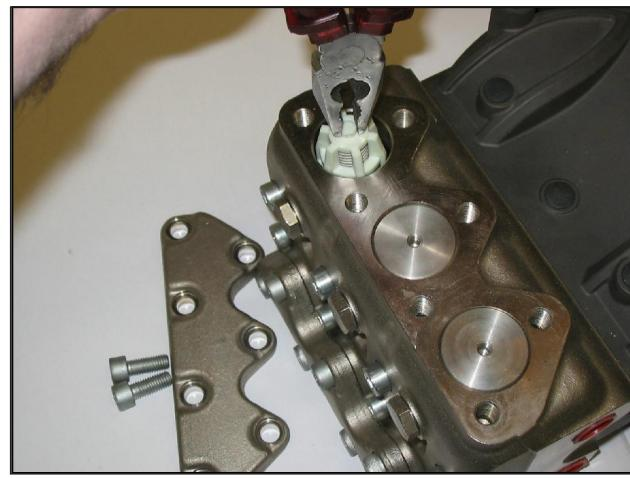

Fig. 16/a
- Dévisser les 7 vis M10x25 de fixation des couvercles des soupapes et déposer les couvercles (Fig. 16, Fig. 16/a).